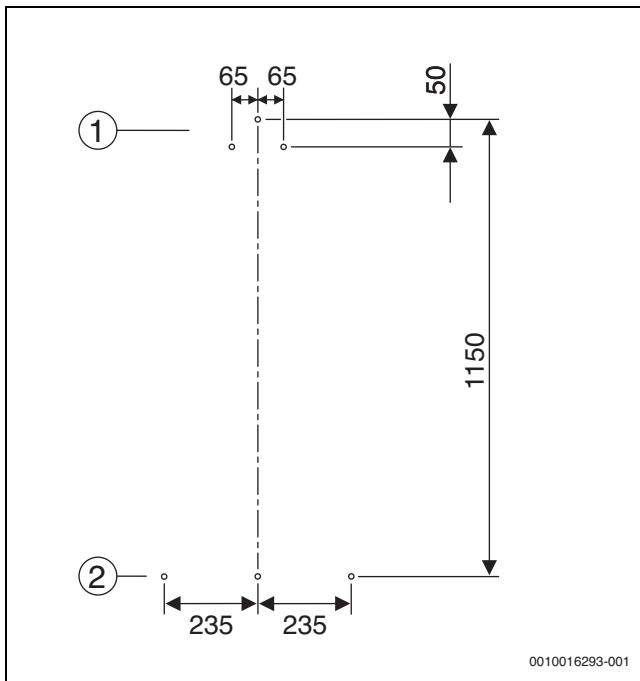

Bild 25 Maße für Bohrlöcher
- ▶ Bohrlöcher nach Bild 25 an Wand anzeichnen.